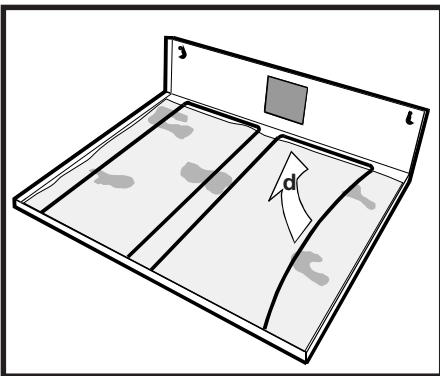

Fig. 8 - Abb. 8 - Obr. 8
- d) Quitar el filtro metálico antigrasa sucio (Fig. 8- el filtro metálico antigrasa está sujeto a la rejilla de aspiración con unos dispositivos de bloqueo; actuar en los mismos para quitarlo).